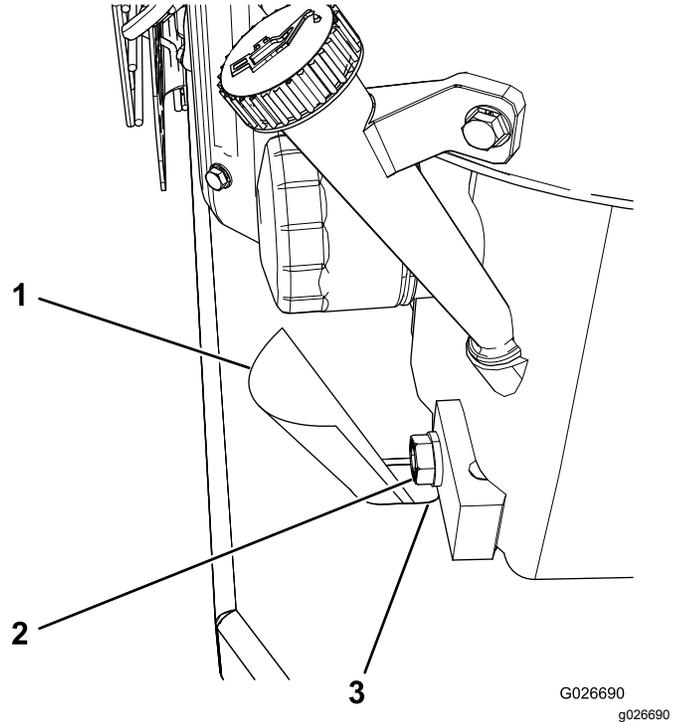

Figura 38
**Nota:** Inserte un trozo de papel o cartulina en el orificio de vaciado de aceite para dirigir el aceite lejos de la placa de montaje del motor (Figura 38).